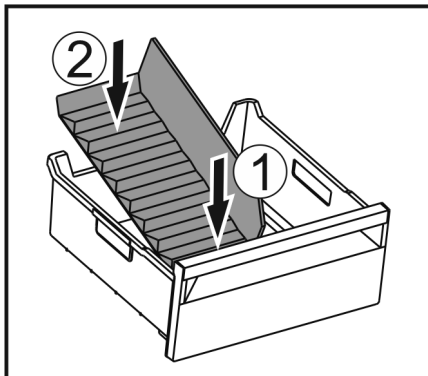

Fig. 35
- Přepážku vložte nejprve vpředu Fig. 35 (1).
- Spusťte dolů zadní díl Fig. 35 (2).